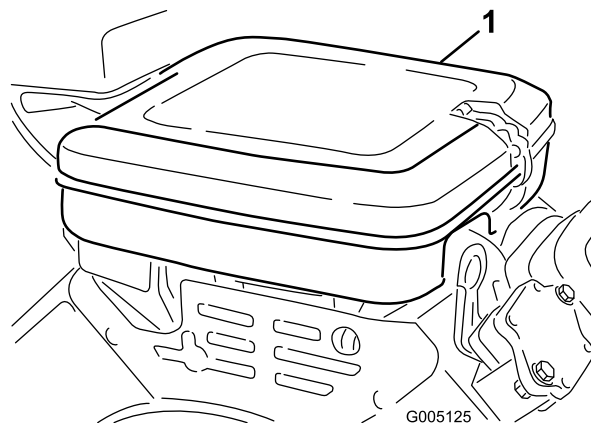

Figura 47
1. Rilasciate i fermagli di bloccaggio e rimuovete il coperchio del filtro dell'aria (Figura 47). Pulite accuratamente il coperchio.